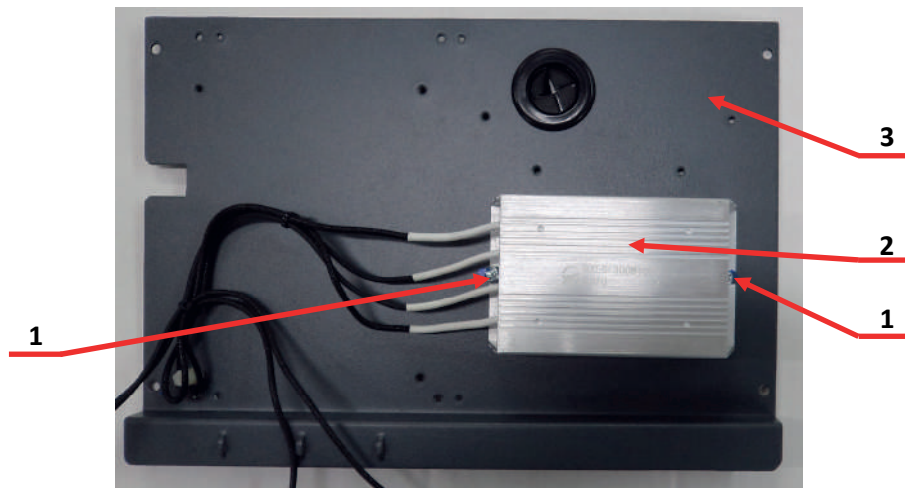

Рис.6.11
- 6.7.2. Открутить 2 винта поз.1 крепления резистора предзаряда поз.2 к монтажной панели 1 поз.3 (рис.6.11). Резистор предзаряда и панель положить в тару 3.1.16. Винты положить в тару 3.1.17.